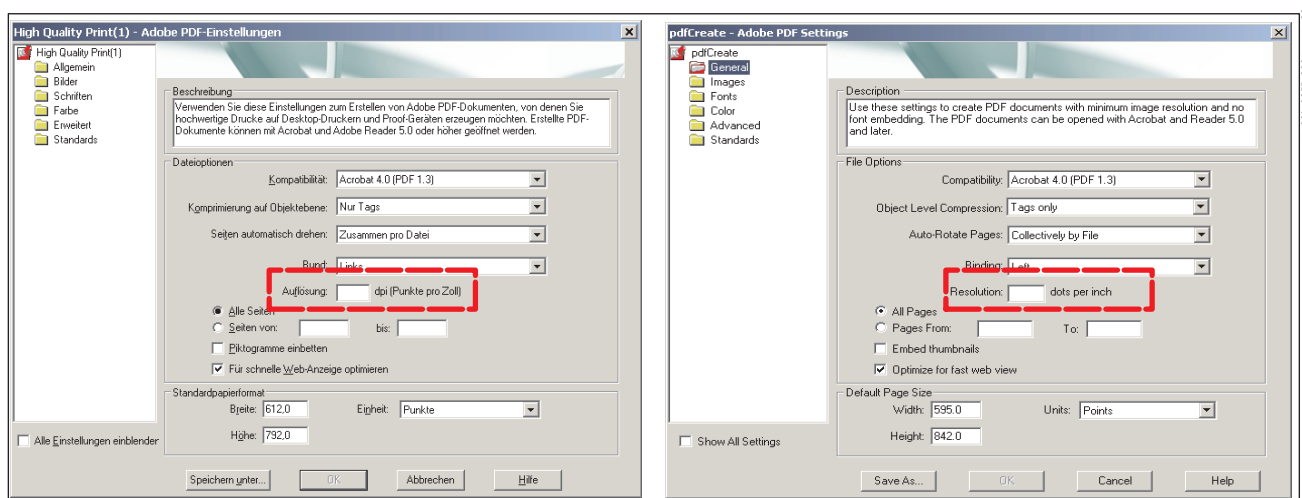

Abb. 39 Bereich **Allgemein**
3. Stellen Sie die anderen Parameter ein wie in Abb. 39. Bis auf **Kompatibilität** sind die anderen Parameter in der Standardkonfiguration voreingestellt.
1. Stellen Sie die Parameter im Bereich **Allgemein** ein wie in Abb. 39. Stellen Sie die **Auflösung** exakt auf die Ausgabeauflösung Ihres Belichters ein.